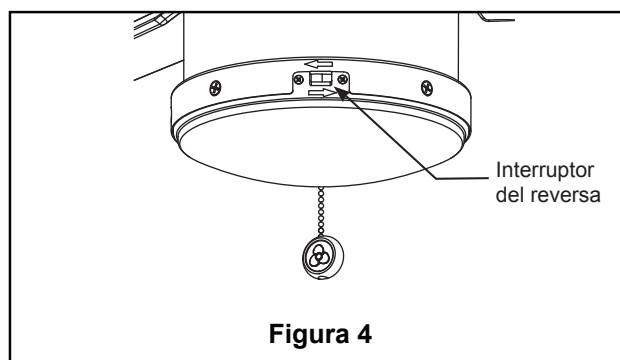

Figura 4
4. Levante cuidadosamente el ventilador y coloque el ensamble de la bola para colgar/varilla en la abrazadera para colgar que acaba de fijar a la caja de salida. Asegúrese de que la ranura de la bola esté alineada con la lengüeta de la abrazadera para colgar. (Figura 4)
5. Fije el cable de seguridad al cable de soporte para techo. Deslice la abrazadera de cables por el cable de seguridad (del ventilador). Pase el extremo del cable a través del aro que forma el cable de soporte para techo. Tire lo más posible del cable a través del aro. Inserte el extremo del cable en el orificio de la abrazadera y ajuste firmemente el tornillo. (Figura 4)
4. Ensamble la unidad del cubierta de interruptor al carcasa de interruptor del soporte con tornillos retirados previamente. (Figura 4)
4. Si desea que el flujo de aire se desplace en la dirección opuesta, apague el ventilador y espere a que las aspas se detengan. Luego deslice el conmutador inversor a la posición contraria y vuelva a encender el ventilador. (Figura 4)